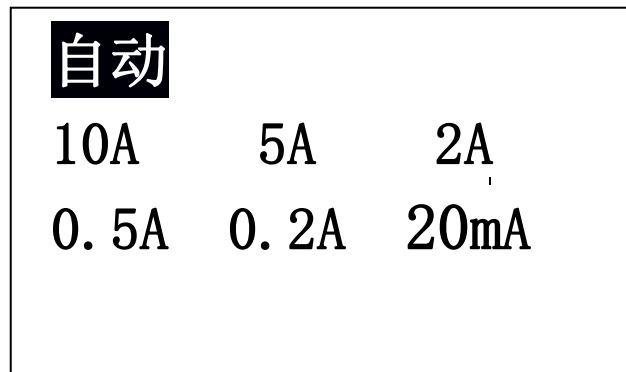

图 3
1) **选择电流:** 进入此菜单, 如图 3
测量结束后，按“取消”返回上一级菜单。仪器放电完毕后如图 4，返回图 3 菜单。